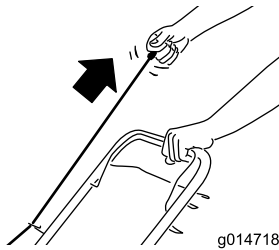

Figura 13
2. Tire de la cuerda de arranque (Figura 13).